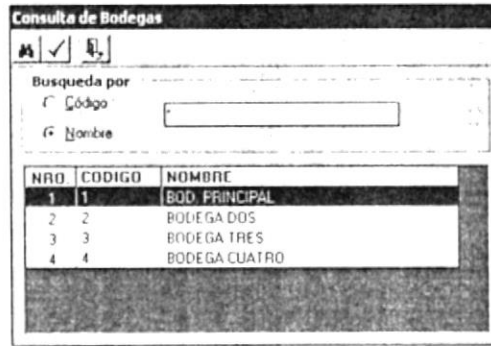

Figura 8.27 Pantalla de Ayuda de Bodegas
1. Ingrese el código de la Bodega, si no sabe el código que desea ingresar puede pulsar la tecla **<F5>** situándose en el campo de ingreso del código para llamar a la ventana de ayuda, a continuación la pantalla de ayuda de la figura 8.27